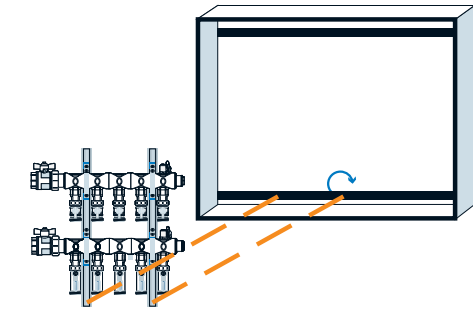

Figure 8: Installez le collecteur sur le rail inférieur
3. Pour installer l'ensemble collecteur sur le rail inférieur du boîtier, inclinez le haut de l'ensemble vers l'avant et poussez le bas vers l'arrière, afin que le bas des supports verticaux glisse derrière le rebord du rail inférieur (voir **Figure 8**).